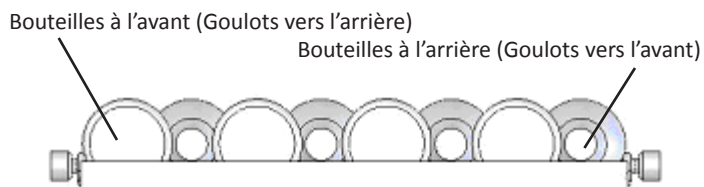
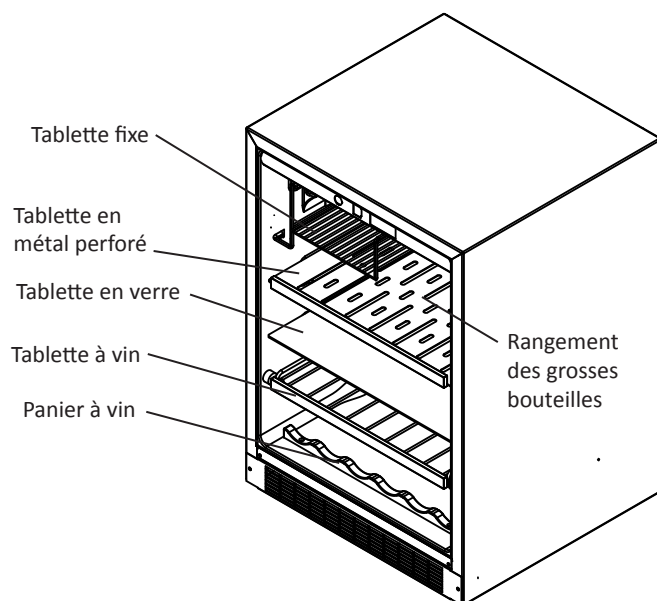

Figure 17
Figure 18
Les tablettes à vin coulissantes portent huit (8) bouteilles. Voyez les Figures 17 et 19 pour l'orientation habituelle des bouteilles de vin. La tablette à vins est située en bas de l'armoire, juste au-dessus du berceau fixe en bois qui peut garder 6 bouteilles de vin. Les tablettes en verre et en métal et la tablette fixe en fil métallique sont pour entreposer des boissons générales, comme de la bière ou des sodas. La tablette en verre joue aussi le rôle de séparation de zones, pour créer un secteur plus chaud (5 à 8 °F au-dessus du point de consigne) pour optimiser la conservation des vins. En enlevant ou en repositionnant cette tablette en verre vous pouvez nuire au contrôle de températures du compartiment. Des bouteilles de vin ouvertes, ou des conteneurs de boisson de grande taille, peuvent se mettre sur la tablette métallique noire la plus proche du haut de l'armoire, sur le côté droit où il y a la place pour les placer debout (Voir la Figure 18).